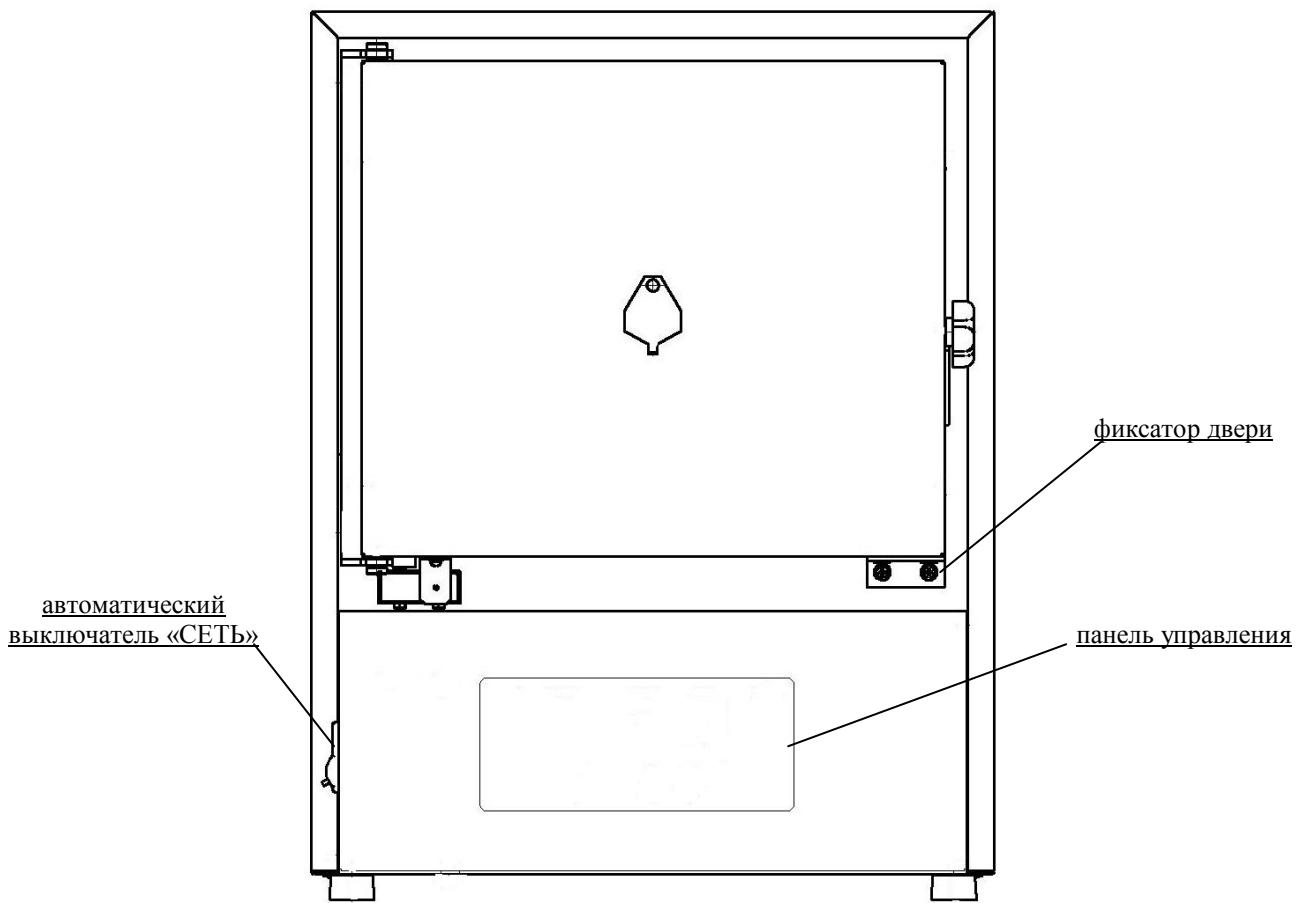

Рисунок 1 – Общий вид электропечи
- снять фиксатор двери, открутив 4 винта (рисунок 1);
8.3. Включить выключатель «СЕТЬ», находящийся на левой стороне пульта управления электропечи (рисунок 1), при этом на цифровом индикаторе «ПРОГРАММА» загорится номер 1, на цифровых индикаторах «СТУПЕНЬ» загорится 1 ступень, на индикаторах «ПАРАМЕТРЫ» – значение заданной температуры на 1 ступени первой программы и светодиодный индикатор «t°C». Цифровые индикаторы «ПРОГРАММА» отображаются в мигающем режиме – регулятор находится в режиме «ВВОД». Лицевая панель пульта управления печи представлена на рисунке 2.